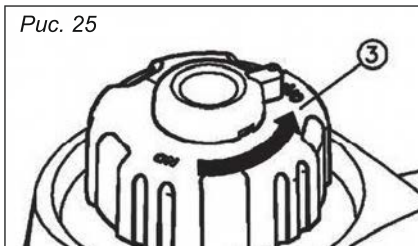

Рис. 25
2. Поверните регулятор сброса воздуха в положение «ON» ③, рис. 25.